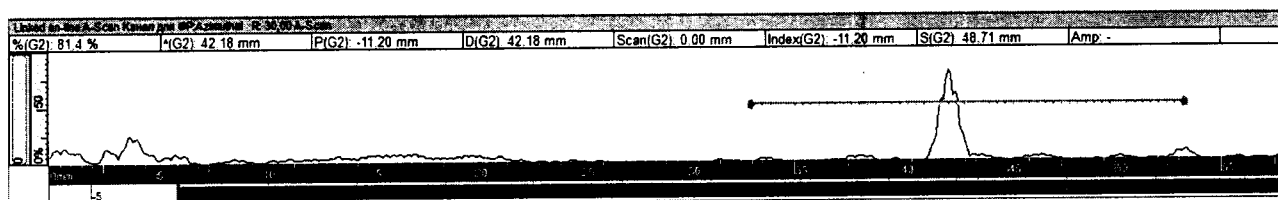

Рисунок 3 – Сигнал на А-скане от дефекта Д1 меры №2 из комплекта ККО-3
8.3.2.4 Создать на дефектоскопе новый А-скан. В меню «Layouts» выбрать «Creat New Layouts». В появившемся окне в строке «Name» написать название А-скана, в строке «Category» выбрать «Custom», нажать «OK». На пустом поле созданного макета нажать на правую кнопку «мыши» и выбрать из раскрывшегося списка «VC[S]-A». Нажать правой кнопкой «мыши» на заголовок окна А-скана, в раскрывшемся списке выбрать «Display Information Fields», далее выбрать «Group 1». Нажать два раза левой кнопкой «мыши» на появившейся таблице сверху А-скана. В появившемся окне «Information Groups» выбрать «Group 1», далее «Touch», далее «Gates», поставить галочки в позициях [% (G1)], [^(G1)], [P(G1)], [D(G1)], [S(G1)] (рисунок 3). В результате на А-скане выведены поля для измерений в строке 1 амплитуды сигнала в процентах экрана, позиции сигнала, глубины дефекта, расстояния по лучу, проекции дефекта на поверхность.
8.3.2.8 Установить преобразователь на смоченную контактной жидкостью поверхность меры №2 из комплекта ККО-3. Перемещая преобразователь вдоль поверхности меры проверить работоспособность дефектоскопа - найти максимум амплитуды эхо-сигнала от искусственного дефекта Д1. Изменить временную развертку и усиление дефектоскопа (параметр «Gain» на вкладке «General» на панели настроек «Ultrasound Settings»), так, чтобы сигнал от дефекта находился в центре экрана, амплитуда сигнала была на уровне от 50 до 90 % экрана. В строках [% (G1)], [^(G1)], [P(G1)], [D(G1)], [S(G1)] должны быть выведены результаты измерений сигнала в строке (рисунок 3).